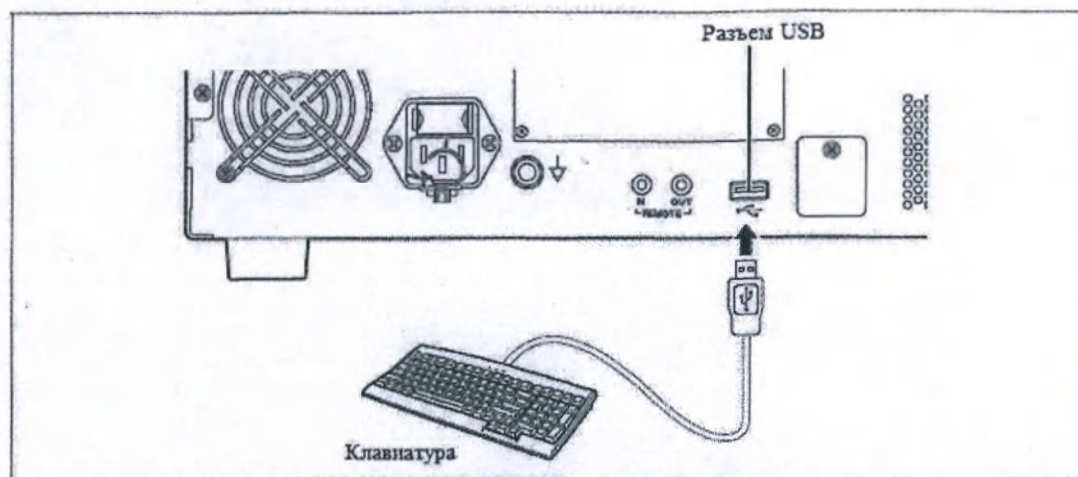

Рисунок 13. Схематические изображения. Подключение клавиатуры к УУН PENTAX Medical NCU-7000.
1. Подсоедините клавиатуру к USB-порту на задней панели УУН (см. рисунок 13).